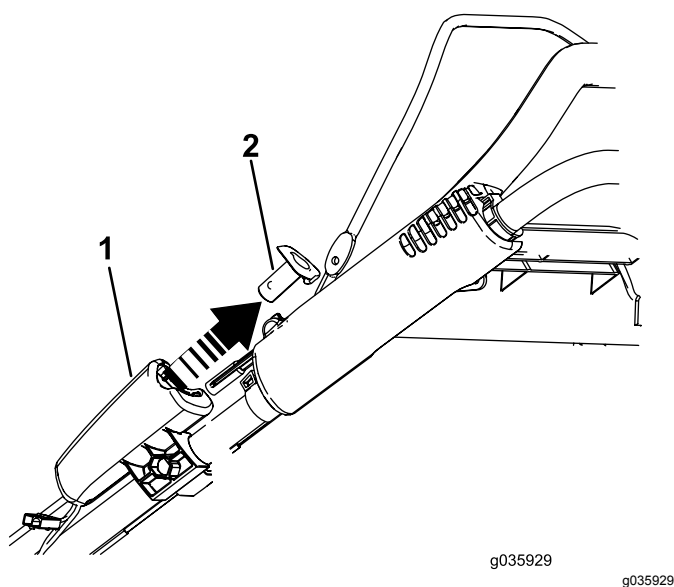

Рисунок 27
1. Извлеките кнопку электрического стартера (Рисунок 27).